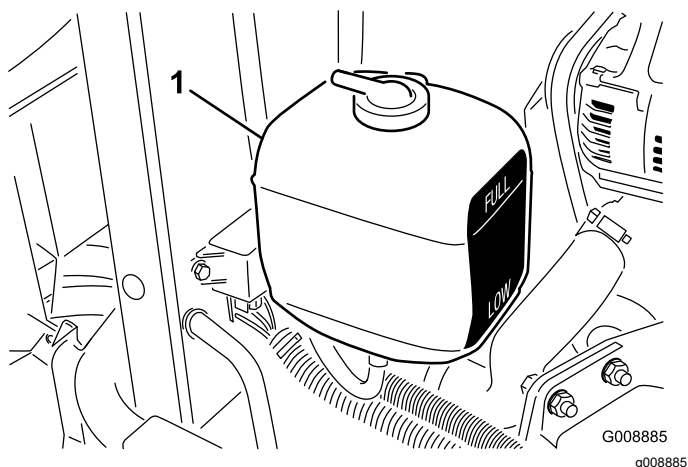

Рисунок 61
2. Проверьте уровень охлаждающей жидкости в расширительном бачке (Рисунок 61). При холодном двигателе уровень охлаждающей жидкости должен находиться приблизительно посередине между отметками на боковой стенке бачка.